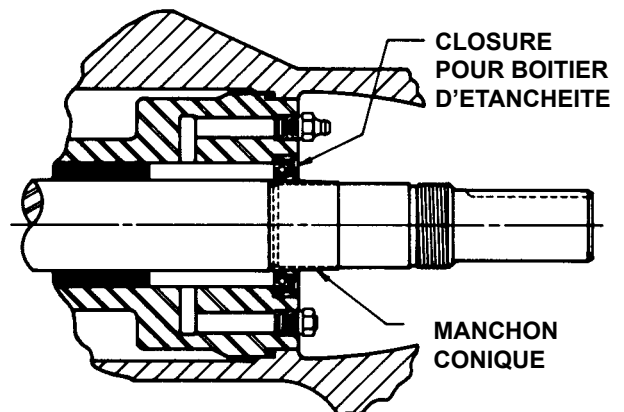

FIGURE 9
2. Vérifiez que l'arbre ne comporte aucune trace de barbe ou de corps étrangers qui pourraient endommager la douille du boîtier. Installez le rotor et l'arbre. Placez l'extrémité de l'arbre dans la douille du boîtier et tournez lentement de droite à gauche, en poussant jusqu'à ce que les dents du rotor soient juste en dessous de la face du boîtier. Remplir la chambre de graissage avec une graisse multi-usages et placer la fourrure taraudée à l'intérieur du joint à lèvres de la chambre de graissage comme indiqué sur la figure 9. Retirez le manchon conique de l'arbre (Série 4724).